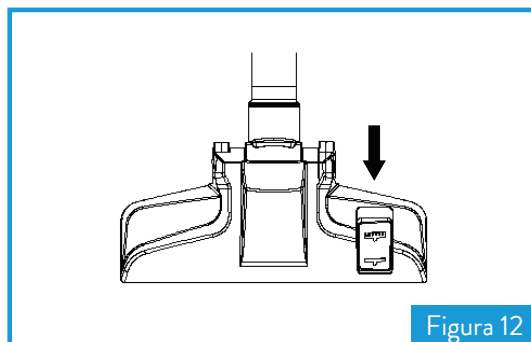

Figura 12
3. Como muestra la figura 12, pise el pedal del cepillo de aspiración para que las cerdas queden hacia afuera y pueda limpiar el piso (cerámicos, parquet, etc.).